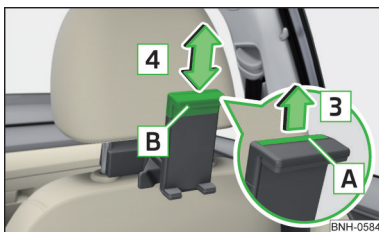

Fig. 103
► Pentru **adaptarea înălțimii suportului**, trageți curelușa de siguranță  în sensul săgeții  și deplasați piesa  în sensul săgeții  în poziția dorită » fig. 103.